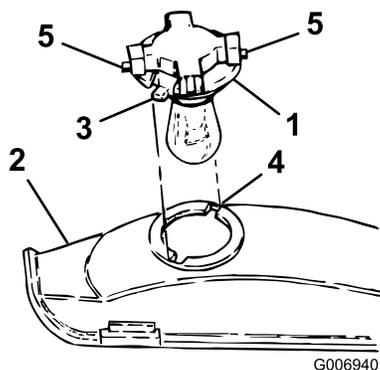

Figura 53
3. Gire el portalámparas 1/4 de giro en sentido contrario a las agujas del reloj y retírelo del reflector (Figura 53).
- Alínee las pestañas (Figura 53) con las ranuras del reflector, inserte el portalámparas en el reflector y gire 1/4 de vuelta en el sentido de las agujas del reloj hasta que haga tope.